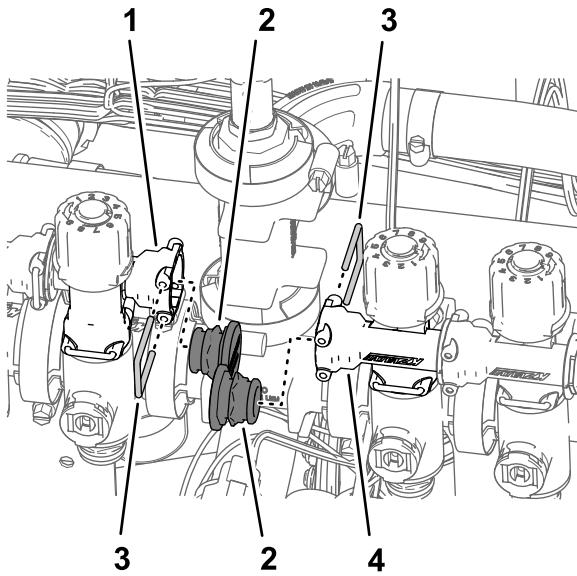

Figura 98
- Retire os retentores que prendem as tampas nas tomadas das uniões de desligação rápida na válvula do bico 5 e válvula do bico 6 e retire as tampas (Figura 98).